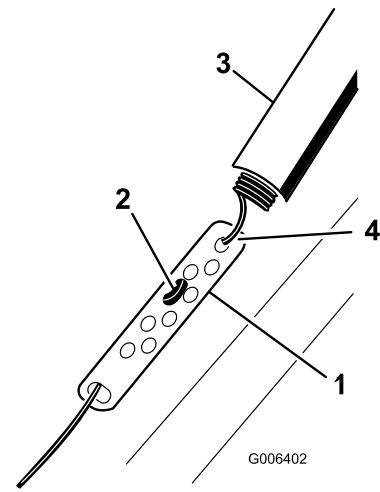

Figure 26
1. Remontez la protection du ressort et décrochez le ressort de la biellette de réglage (Figure 26).
2. Accrochez le raccord en Z à un trou plus haut ou plus bas sur la biellette de réglage de manière à obtenir un espace de 2 à 3 mm (1/16 à 1/8 po) entre la barre de commande et le guidon (Figure 26).